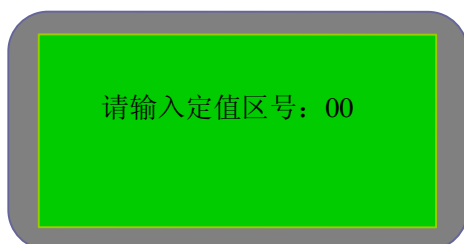
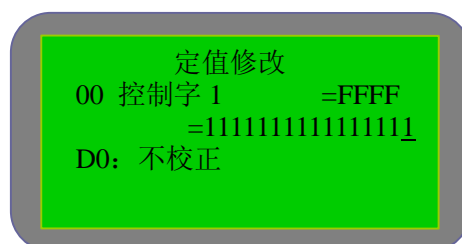

图 5-2-1A
图 5-2-1B
- 1) 定值修改：在“定值”菜单中选择“定值修改”进入定值修改界面，如图 5-2-1A，用户可输入定值区号，输入方法如下：用下划线“_”标注编辑位，编辑位的值可通过按“上移”键或“下移”键改变。输入结束后按“确认”键确认。（其它数据的输入方法与此相同，此处不再一一说明）。定值区号输入确认后进入各定值修改界面，如图 5-2-1B 所示，通过按“上移”键或“下移”键修改各定值。按“退出”键回到定值菜单。